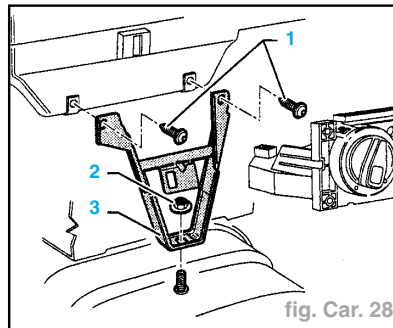

fig. Car. 28
- Dévisser entièrement les deux vis (1) (fig. Car. 28).